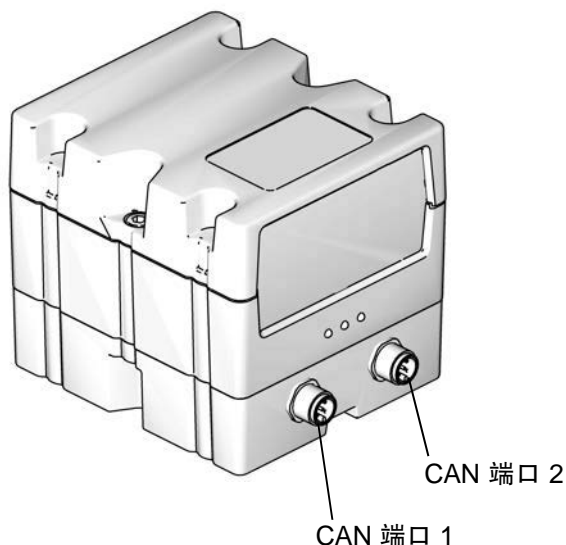

图 20: CGM CAN 连接
10. 将 CAN 电缆的另一端连接到 CGM 上的 CAN 端口 1 或 2。参见图 20。它可以连接到任意一个端口。